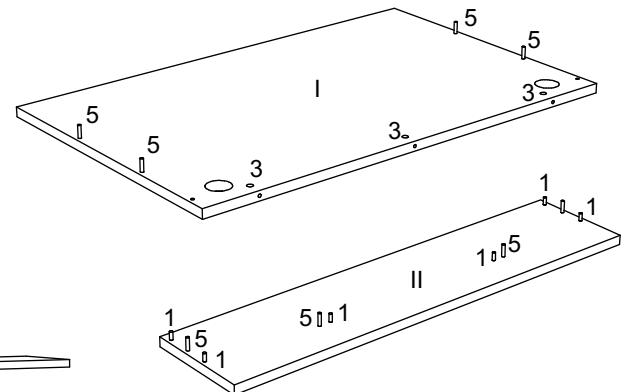

рис. 2
В столешницу (I) в соответствующие отверстия вкрутить дюбеля эксцентриков (5) и вставить эксцентрики (3) стрелкой в направлении отверстия. В верхнюю столешницу (II) в соответствующие отверстия вставить шканты (1) и вкрутить дюбеля эксцентриков (5)(рис. 2).